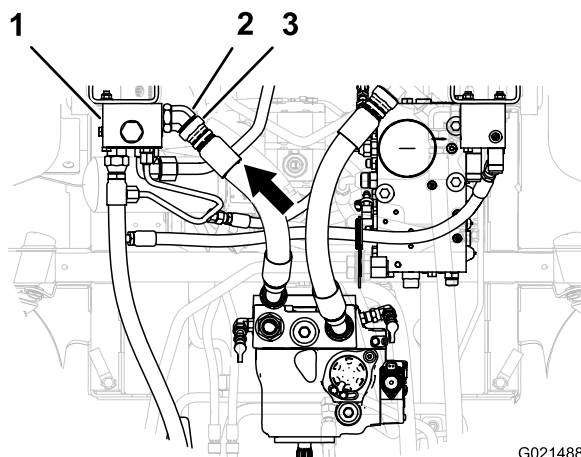

Bild 18
3. Fluchten Sie das gerade Anschlussstück am Hydraulikdruckschlauch mit dem 45°-Hydraulikanschlussstück am Mengenteilerverteiler aus (Bild 18).
4. Schrauben Sie das gerade Anschlussstück am Hydraulikdruckschlauch auf das 45°-Hydraulikanschlussstück am Mengenteilerverteiler (Bild 18).